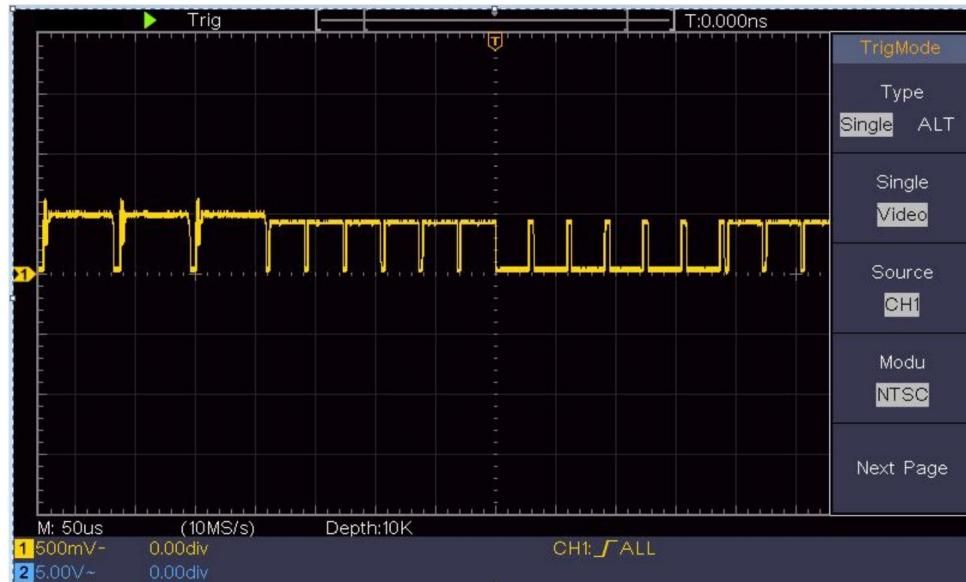

Figura 6-7 Forma d'onda catturata dal trigger del campo video
- (1)Premere il pulsante **Trigger Menu** per visualizzare il menu corretto.
- (2)Nel menu a destra, seleziona **Tipo** come **Singolo**.
- (3)Nel menu a destra, seleziona **Singolo** come **Video**.
- (4)Nel menu di destra, seleziona **Sorgente** come **CH1**.
- (5)Nel menu di destra, seleziona **Modu** come **NTSC**.
- (6)Nel menu di destra, premere **Pagina successiva**, selezionare **Sincronizza** come **campo**.
- (7) Ruotare la **scala verticale, la posizione verticale e la scala orizzontale** manopole per ottenere una corretta visualizzazione della forma d'onda (vedere *Figura 6-7*).